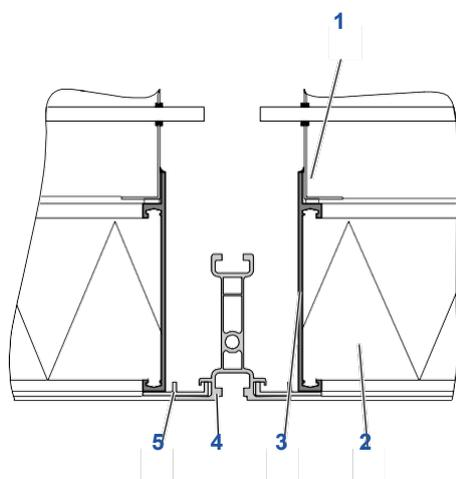

Figure 20 : Vue d'ensemble de l'unité de filtration à ventilateur (l'exemple présente un CAMGRID FFU)
3. Soulevez l'unité de filtration à ventilateur Figure 20/2 à remplacer au moyen d'un appareil de levage.
4. Retirez les rails porteurs Figure 20/5.
7. Remplacez la cellule filtrante HEPA/ULPA Figure 20/2 sur le dispositif de levage par un nouveau.
8. Soulevez la cellule filtrante HEPA/ULPA Figure 20/2 dans la grille de plafond de sorte que le bord inférieur du caisson soit dans le cadre de la cellule filtrante Figure 20 /3.
9. Soulevez la cellule filtrante HEPA/ULPA Figure 20/2 avec le
caisson Figure 20 /1 jusqu'à ce qu'il y ait suffisamment de place pour insérer les rails porteurs Figure 20 /5 dans les rainures de la grille de plafond Figure 20/4.